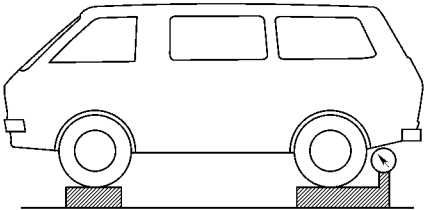

图 15-130 调整后桥负载
(8) 调整后桥负载，如图 15-130 所示。
(9) 调整阀体。